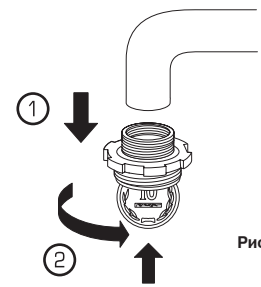

Рис. 6
b2). Наденьте пластиковое кольцо сверху ① и присоедините к крану используя монету ② (рис. 6).